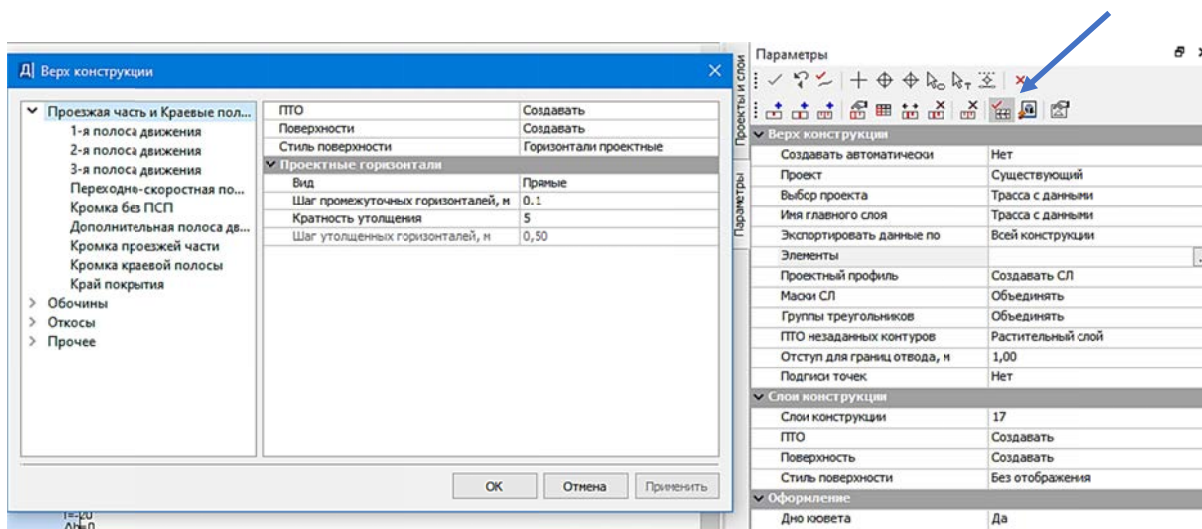

Рис. 3.5. Настройки элементов верха конструкции
- Выберите **Экспортировать данные по** *Всей конструкции* проектного поперечника (рис. 3.5) (проезжая часть, обочины, элементы земполотна).
По умолчанию настройки создания поверхностей для групп **Проезжая часть и Краевые полосы, Обочины, Прочее** установлены, как показано на рис. 3.5.
Важно! Если флажки отключены – данные в план по конструкции ДО передаваться не будут. Для автоматического создания уклонов и длин по дну кюветов в настройке **Дно кювета** установите – *Да* (рис. 3.5).